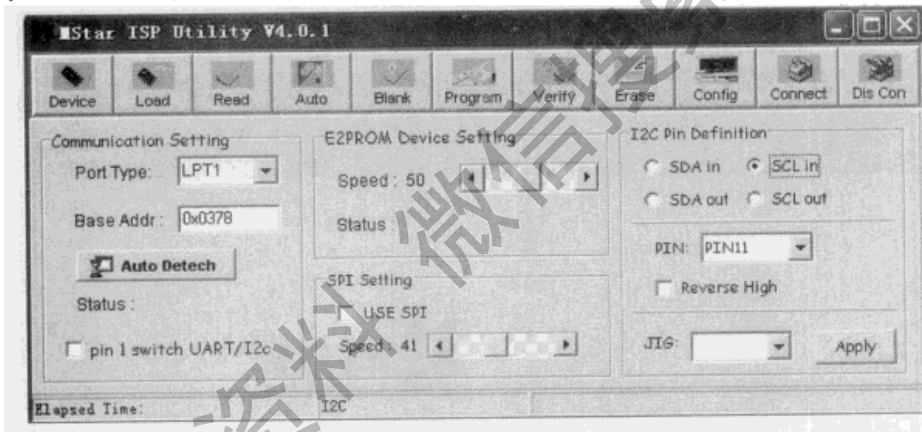

图 7-53 “SCL IN”项的设置
B. 点击“SCL IN”,将“PIN:”选择为“PIN11”,“Reverse High”项不勾,如图 7-53 所示。